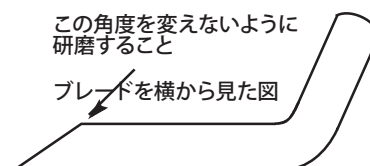

図 35
- 全部のブレードの切っ先を丁寧に点検する。切っ先が鈍くなっていたり欠けていたりした場合には研磨する。研磨は刃先の上面だけに行い、刃の元々の角度を変えないように十分注意する（図35）。ブレードの左右を均等に削れば、バランスを狂わすことなく研磨を行うことができる。